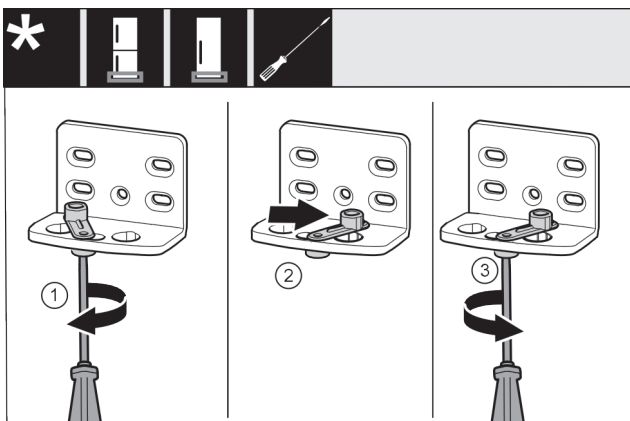

Fig. 18
- Allentare leggermente la vite Fig. 18 (1) con un cacciavite.
- Sollevare l'ausilio di chiusura della porta Fig. 18 (2) e ruotarlo nel foro di 90° a destra.
- Stringere la vite Fig. 18 (3) con un cacciavite.